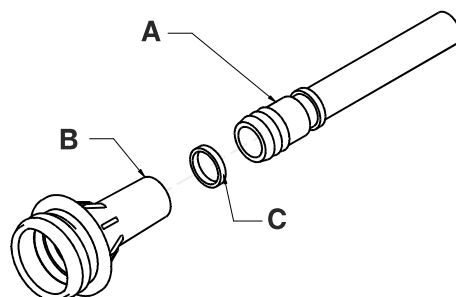

Abbildung 3-5: Reduzierstück
5. Mit dem Seitenschneider vorsichtig den zum Fußende der Matratzenauflage hingeleghenen Kabelbinder (C), mit dem der LAL-Schlauch und das Reduzierstück (A) am Ventilkörper (B) befestigt sind, zerschneiden (Abbildung 3-5 auf Seite 3-19).
5. Mit dem Seitenschneider vorsichtig den zum Fußende der Matratzenauflage gelegenen Kabelbinder (C), mit dem der LAL-Schlauch und das Reduzierstück (A) am Ventilkörper (B) befestigt sind, zerschneiden (Abbildung 3-5 auf Seite 3-19).